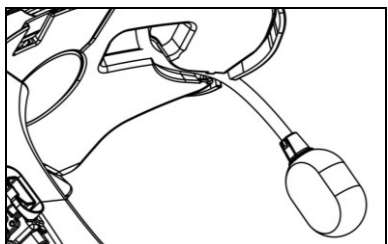

Fig. 9
- Colocar el micrófono en su alojamiento a la derecha del casco introduciendo el brazo articulado del micrófono en la ranura de la armazón de enganche de la carrillera (Fig. 9).